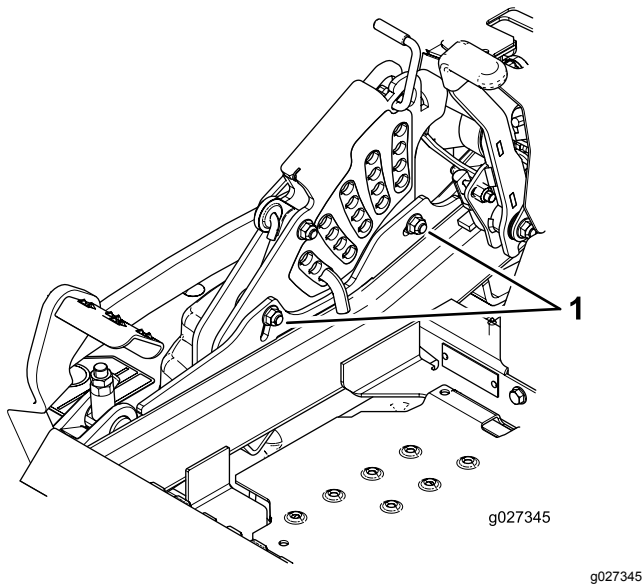

Figure 110
11. Pour régler le système monopoint, desserrez les 2 boulons au bas de la plaque de hauteur de coupe (Figure 110).
13. Serrez les 2 boulons au bas de la plaque de hauteur de coupe (Figure 110).